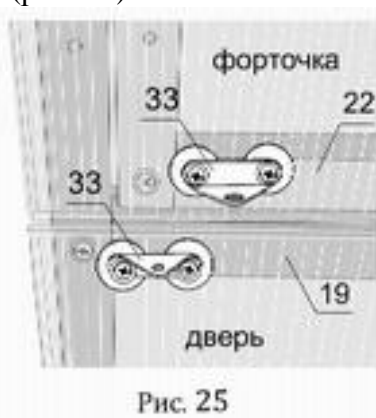

Рис. 25
3.6.1. На поперечине двери №19 и поперечине форточка №22 закрепите саморезами уголок №33 (рис. 25).